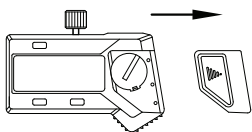

fig.1
1. Instale la pila:---Quite la tapa de la pila (fig.1)